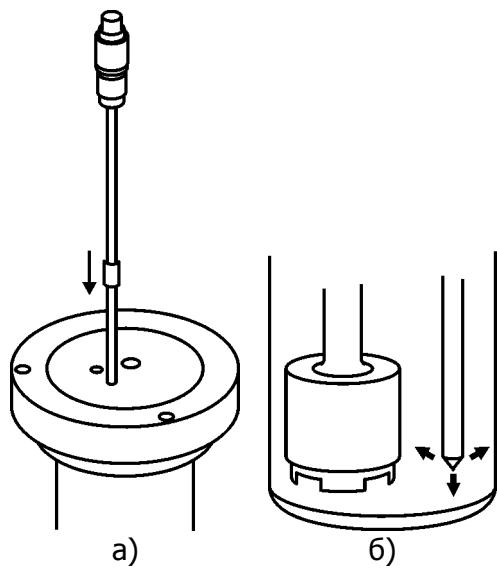

Рисунок 26 — Установка датчика электронного термометра
2.16.17 Вставить датчик электронного термометра в отверстие наименьшего диаметра пробки 4 (см. рисунок 3) и опустить его до упора в дно ячейки. Приподнять датчик на 2 мм и опустить отрезок трубы до пробки, зафиксировав тем самым положение датчика (рисунок 26а). Проконтролировать положение датчика в измерительном сосуде. Конец датчика должен находиться на уровне прорезей в цилиндре 18 и не должен касаться стенки сосуда, дна сосуда и кожуха фильтра (рисунок 26б).